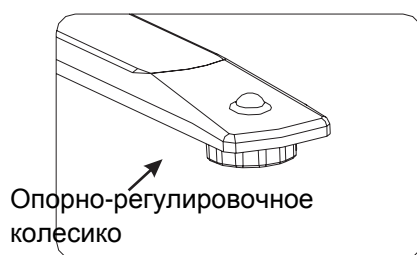
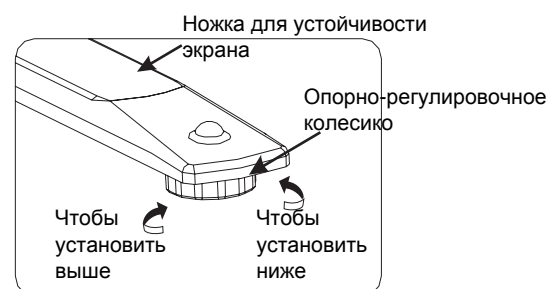

Рис. 14
Рис. 15
5. Если экран не расположен горизонтально после установки, что может быть обусловлено неровной поверхностью пола, вы можете отрегулировать положение экрана посредством опорных колесиков, расположенных на ножках экрана (Рис. 14). Если повернуть колесико по часовой стрелке, то колесико начнет выдвигаться. Если повернуть колесико против часовой стрелки, то оно начнет перемещаться в сторону ножки (Рис. 15). Диапазон перемещения колесика 8мм, при пяти полных оборотах колесика.